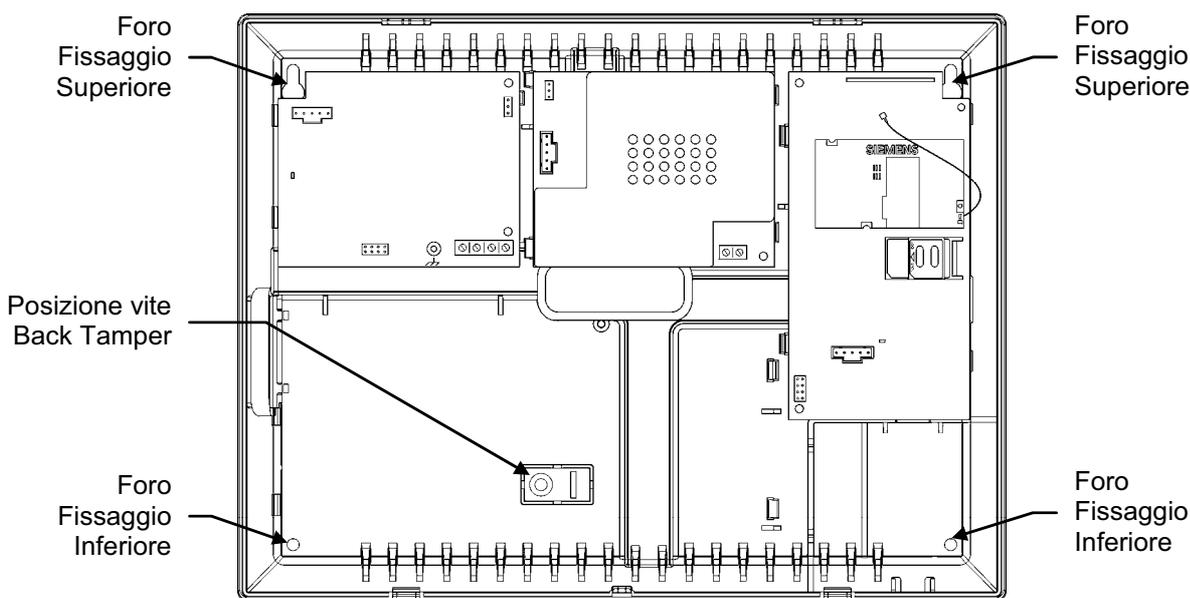

Figura 2.5: Parte Posteriore Coperchio (Main Board e Batteria Rimossi)
5. Rimuovere il pacco batteria. Se volete installare la centrale con la protezione antistrappo, è necessario inoltre rimuovere il circuito principale. Figura 2.5 mostra il fondo della centrale priva di pannello comando, pacco batteria e piastra madre (circuito principale).